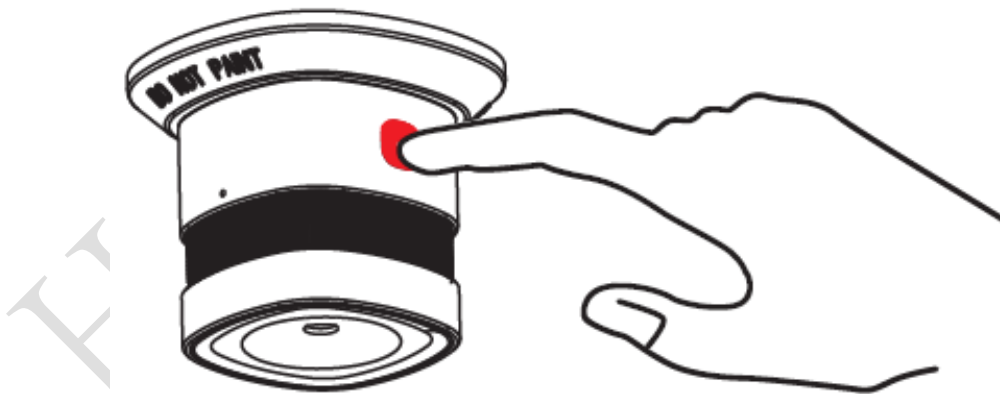

图 2
- 2) 如图 2，1.5 秒内，快速按 Reset 按键 3 次，设备入网指示灯呈绿色快闪状态，即表示设备已进入入网状态（在未联网状态时）；